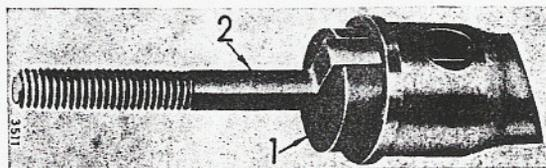

Figure 180
La tête (2, fig.180) est accrochée à l'alésage de la bougie chauffante et serrée au moyen du guide (1).